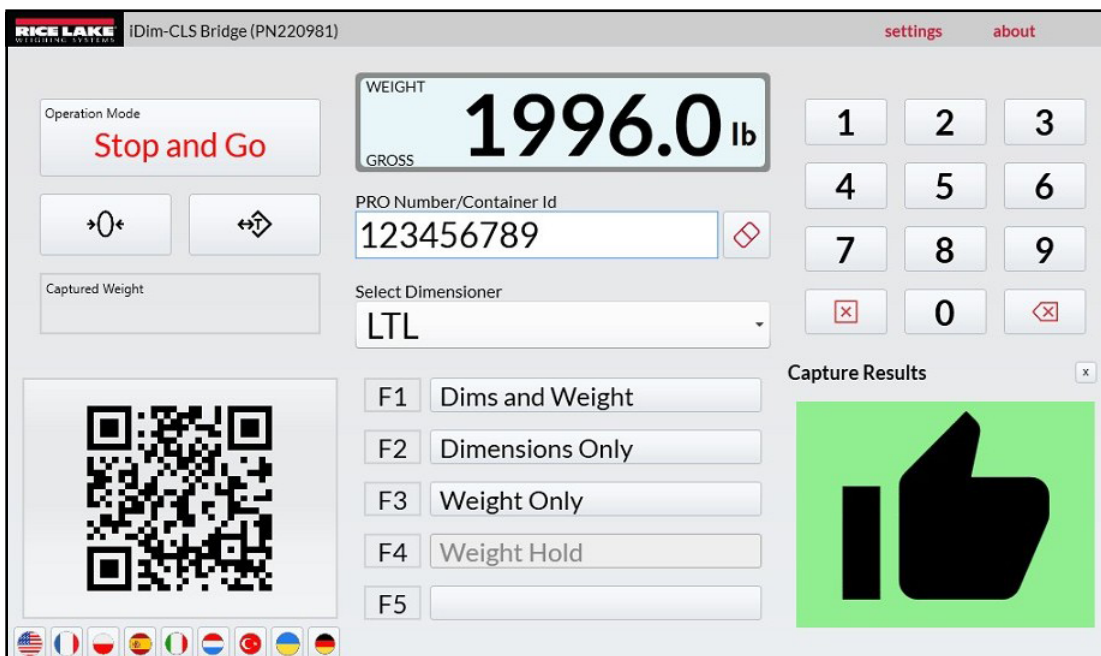

Figura 5-5. Risultati sotto forma di pollice in su/giù
- **As Thumbs Up/Down (Come pollice su/giù):** visualizza i risultati come icona a forma di pollice in su o in giù (vedere la Sezione Figura 5-5. a pagina 17)